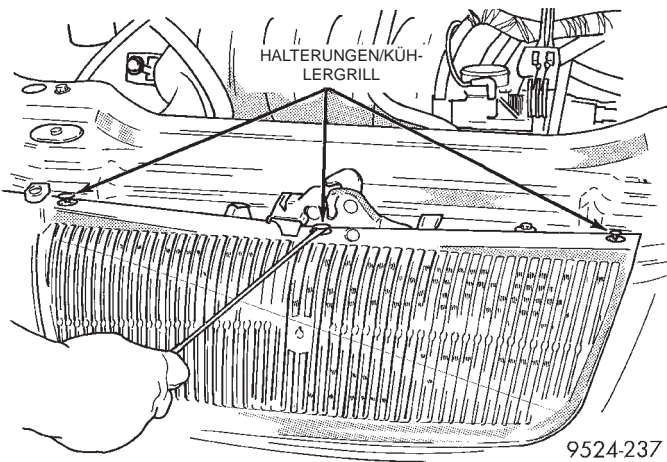

Abb. 25 Halterungen des Kühlergrills
- (1) Kältemittel mit einer geeigneten Kältemittel-Auffangvorrichtung aus der Klimaanlage ablassen.
- (2) Kältemittelleitungen vom Kondensator abbauen und mit Kappen verschließen.
- (3) Halterungen des Kühlergrills abbauen (Abb. 25). Näheres hierzu siehe Kapitel 23, "Karosserie".